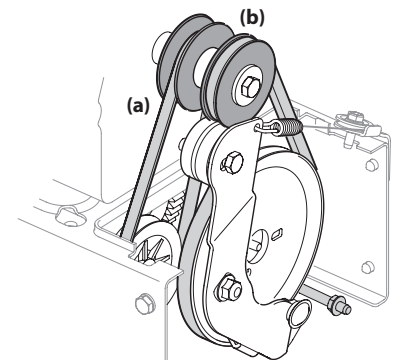

Figura 4-19
4. Quite la correa de transmisión de alrededor de la polea del motor y sáquela de la unidad. Consulte la Figura 4-19.
5. Instale una nueva correa de transmisión dentro de la ranura de la polea del motor. Consulte la Figura 4-19.